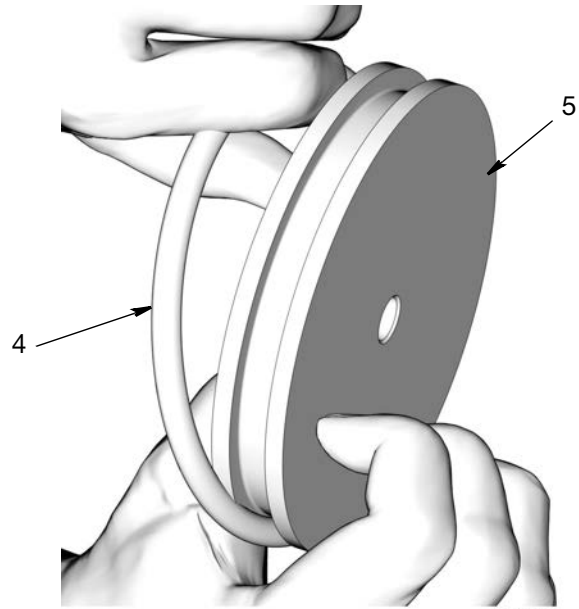

图 24
c. 从活塞杆 (5) 拆下 O 形圈 (4) (图 24)。